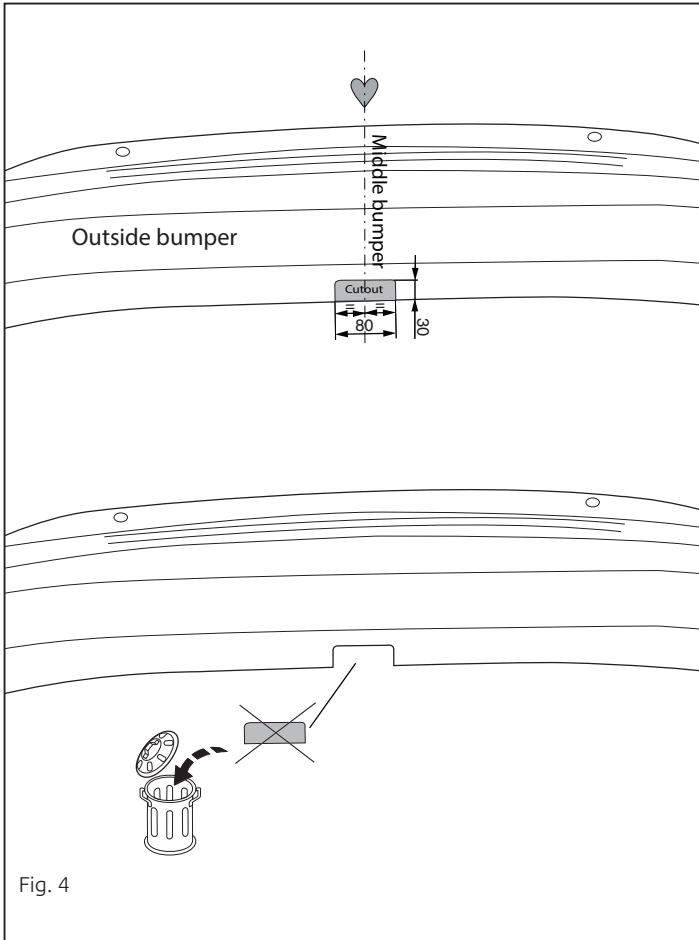

Fig. 4
8. Выпилить обозначенную часть, как указано на рис. 4.